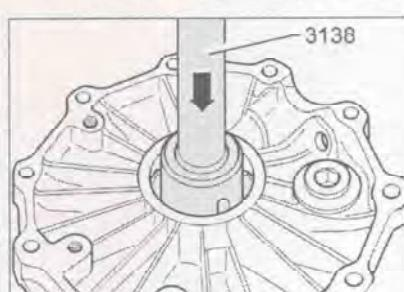

Рис. 7.294. Извлечение наружной обоймы большого роликоподшипника.
21. Выпрессуйте наружную обойму большого роликоподшипника с помощью специального инструмента (рис. 7.294).